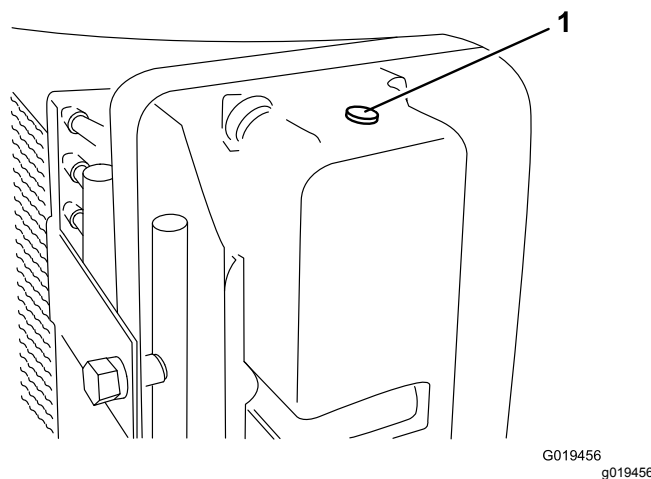

**Figura 68**
Retire cuidadosamente el tapón del radiador y el tapón del depósito de expansión (Figura 68).
2. Compruebe el nivel de refrigerante del radiador y del depósito de expansión (Figura 68).